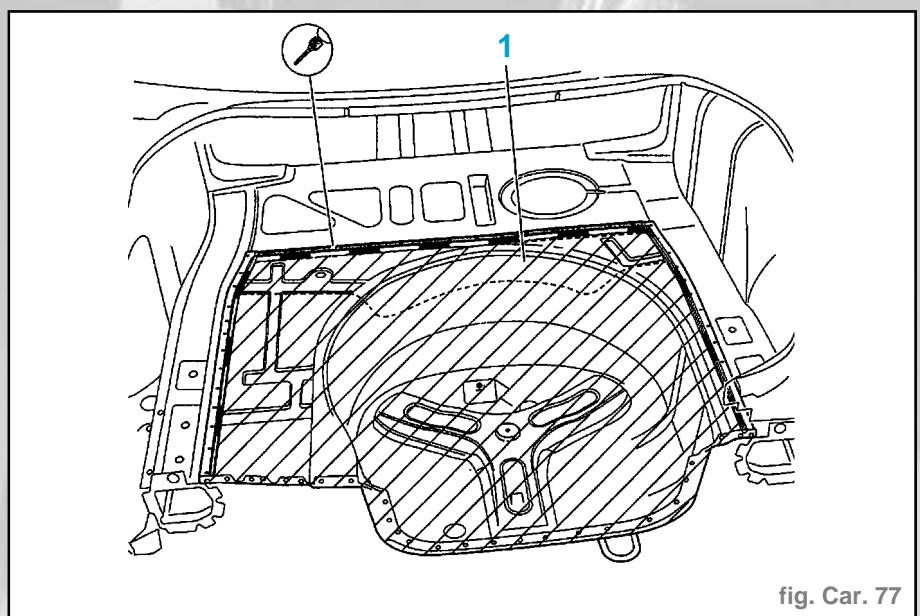

fig. Car. 77
Nota : Découper en même temps la traverse (1) sous le cuvelage de roue de secours (fig. Car. 77).